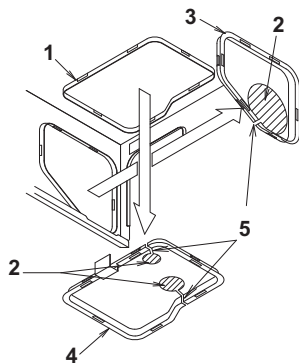
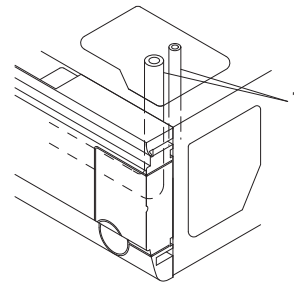
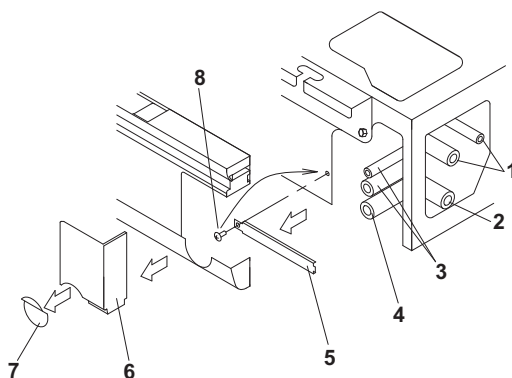
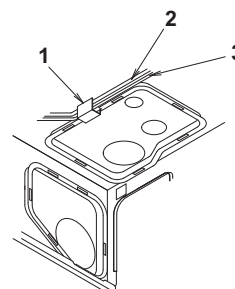

Bild 16
Bild 17
Bild 18
Bild 19
- Ta bort förpacknings- och leveransstödet (förstärkningsplåten) innan något kylmediumarbete utförs. **(Se bild 18)**
(1) Rödrugning på baksidan
- Ta loss det bakre genomföringsskyddet och koppla rören. (Se bild 16 och bild 18)
(2) Rödrugning uppåt
- Ta bort genomföringsskyddet på övre panelen och använd det L-formade grenrörspaketet (säljs separat) för rörkopplingen. (Se bild 16 och bild 17)
(3) Rödrugning på högersidan
- Ta bort förpacknings- och transportstödet (förstärkningsplåten) på högersidan och sätt tillbaka skruven på ursprungspositionen på inomhusenheten. (Se bild 18)
- Ta upp genomföringshålet i dekorsidopanelen (höger) och anslut rören. (Se bild 18)
Återställ det övre panelgenomföringsskyddet genom att föra kabeln för den vågräta klaffens motor och termistorn igenom klämman på skyddet och fäst dem. **(Se bild 16 och bild 19)**
(1) Utför dräneringsrördragningen.
- Dräneringsrör kan anslutas från följande håll: Höger baksida/högersidan, se **bild 18** i "6. KYLMEDIUMRÖRDRAGNING", och för vänster baksida/vänstersidan, se **bild 21**.